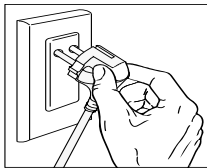

figura 1
1. Enchufe el cable de alimentación de CA de la lijadora a la fuente de alimentación (salida de 110-120 V CA). El pitido de advertencia se escuchará después de que el enchufe esté bien conectado a la fuente de alimentación. En ese momento, el indicador LED aparecerá de color "rojo sólido". - consulte la figura 1.